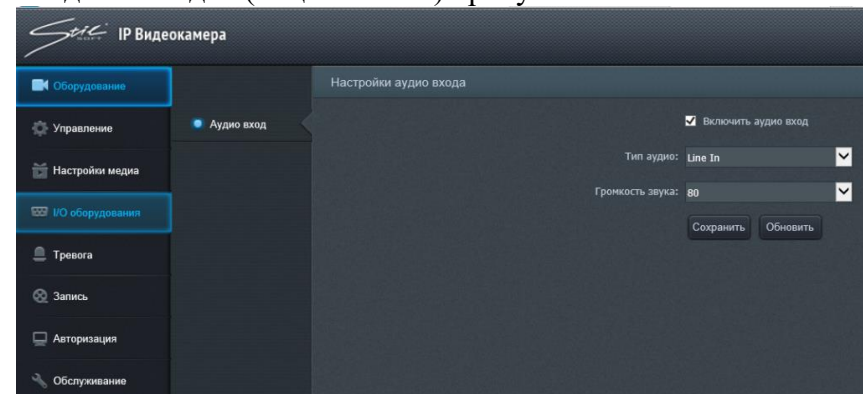

Рисунок 10 - Вкладка «I/O оборудования»
9.9.8. Вкладка «I/O оборудования» - содержит настройки аудиовхода, шины управления RS485 и тревожных входов/выходов (опционально)– рисунок 10.